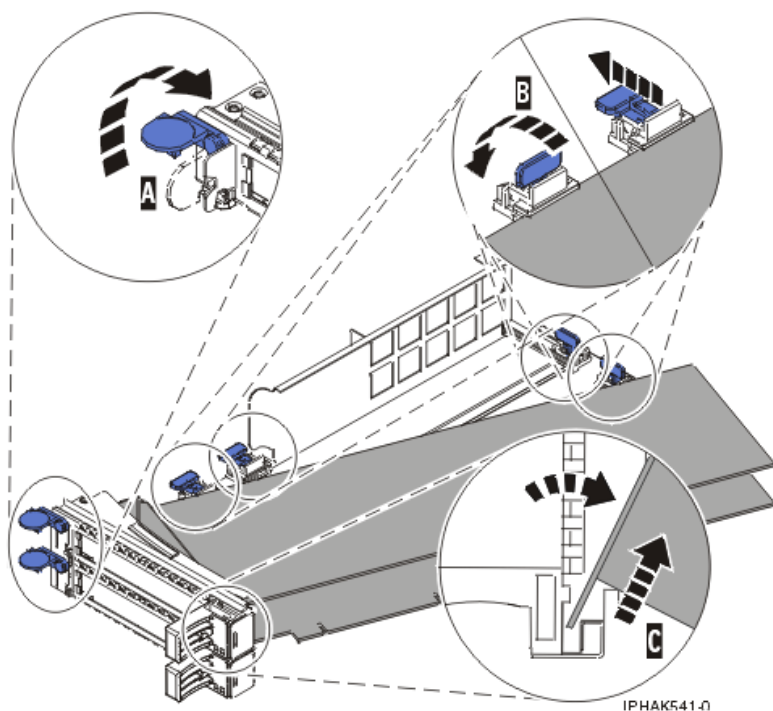
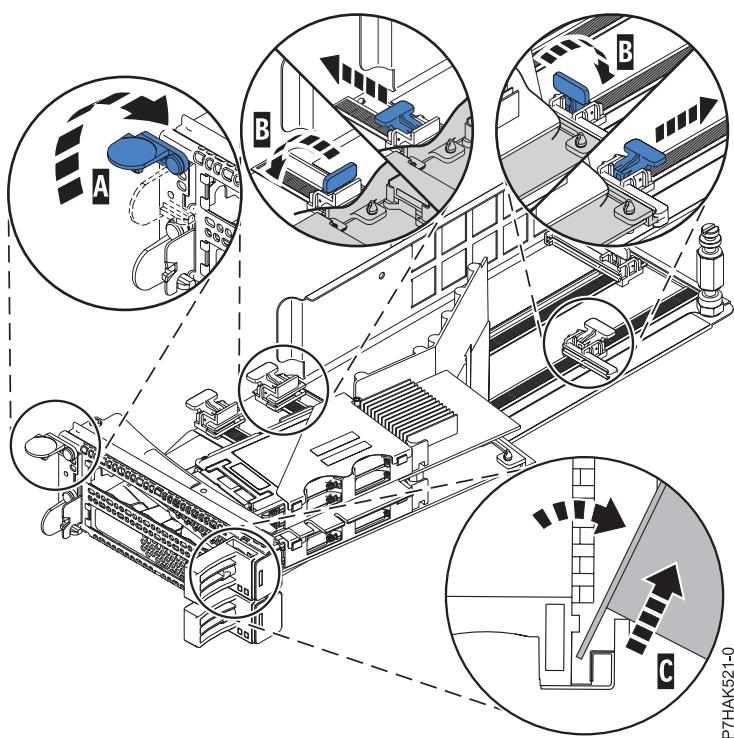

Figura 114. Adaptador removido da cassete de adaptador PCI
Figura 115. Adaptador PCIe RAID e SSD SAS removido da cassete de adaptador PCI
- d. Desaparafuse o pino de articulação (C) e coloque-o num lugar seguro
- a. Desbloqueie as peças de fixação do adaptador (B) rodando os grampos de fixação (A) para a posição horizontal. Consulte a Figura 114 na página 155. Caso esteja a remover um adaptador PCIe RAID e SSD SAS, consulte Figura 115 na página 155.